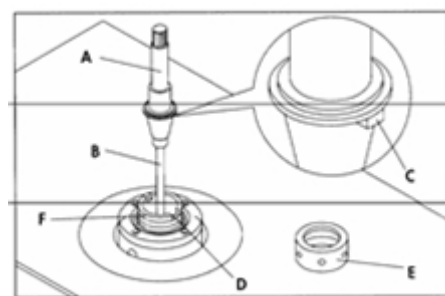

Рис. 3.12
4. Закрутите тонкий шомпол (B) Рис. 3.12 в резьбовое отверстие в основании сменного шпинделя (A) и снимите две стопорные гайки и специальную коническую шайбу с другого конца шомпола (B).
5. Очень осторожно введите шомпола (B) и шпиндель (A) вниз через вал, как показано на Рис. 3.12. Убедитесь, что выступ (C) на шпинделе встал в паз (D), а резьба гайки шпинделя (E) попала на резьбу (F).